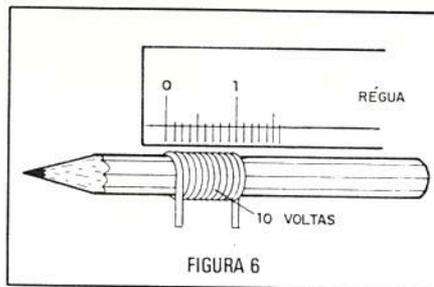

FIGURA 6
1. Enrole 10 espiras do fio desconhecido num lápis com as espiras encostadas umas nas outras (enrolamento cerrados), porém sem "encavalar", conforme mostra a figura 6.